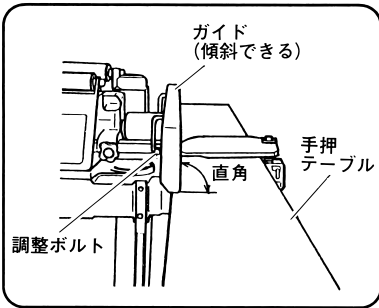

図 18
(2) むら取りした切削面をガイド面にしっかりと押し付けながら送ります。(図 18)